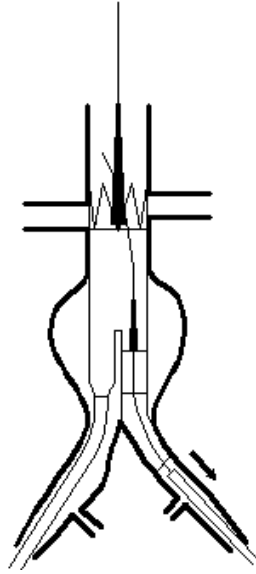

Fig. 10 Despliegue de la prótesis artificial en la rama corta de la prótesis artificial AAA
- 5.16 Retirar la vaina exterior para desplegar el puño de la rama de extensión bajo monitoreo, cuando el stent se despliega, retirar el sistema de liberación y el alambre guía. **(Fig. 10)**